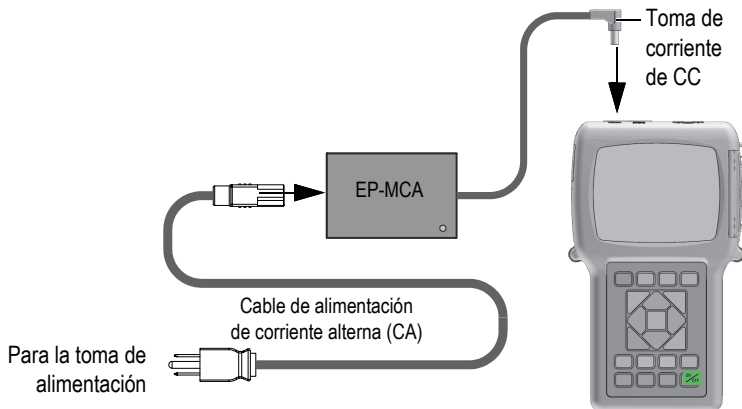

Figura 2-2 Conexión del cargador/adaptador
1. Conecte el cable de alimentación de CA al cargador/adaptador (N.º de referencia: EP-MCA [U8767042]) y a una toma de tensión apropiada (ver Figura 2-2 en la página 50).